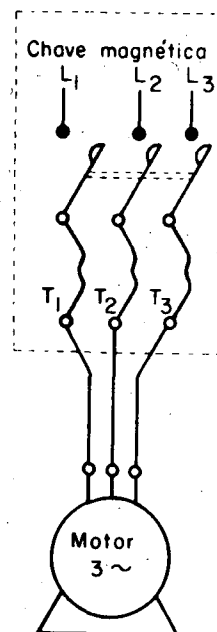

Fig. 1
- a Conecte os condutores de alimentação da chave e os que vão ao motor (fig. 1).